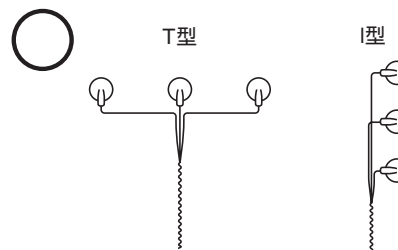

図3 ループが形成され、誘導電流が発生するリード線の引き回し例
- MRI検査時には、リード線が磁場の方向に平行になるように引き回します。このとき、リード線はマットの下に通すなどして、被検者に接触しないようにします。(図3,4 参照)